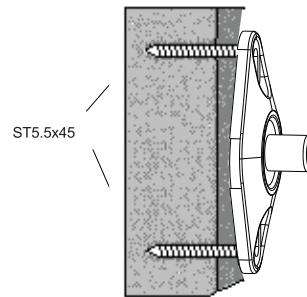

Abbildung 7
- Verwenden Sie den Griff, um die Stelle zu markieren Bohrungen Montage. HINWEIS: die Halterung immer in einer solchen Weise, daß die Löcher in der vertikalen Richtung angeordnet waren (Abbildung 7).
- Die Bohrungen in den Strahl zu einer Tiefe von 25 mm unter Verwendung von Bohrer mit einem Durchmesser von 3,2 mm (Abbildung 7). Befestigen 4. den Lenker mit selbstbohrenden Schrauben 5,5x45.